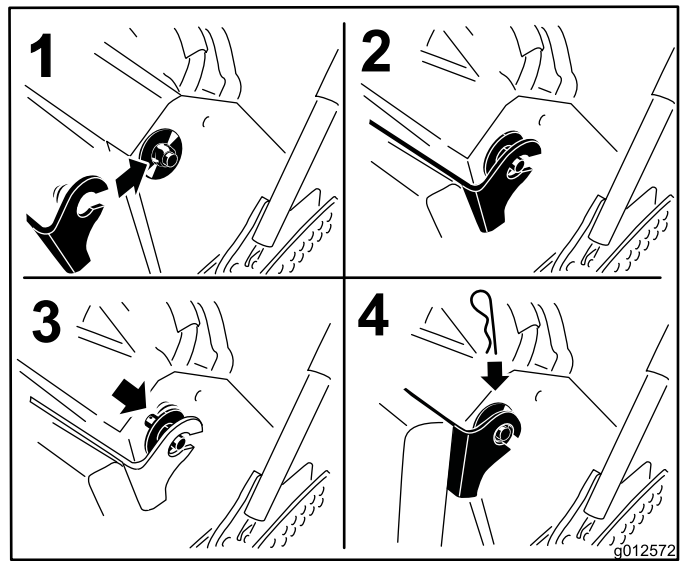

Figure 35
6. Relevez le coussin et glissez-le sur les goupilles de chaque côté de la machine (Figure 35).
7. Glissez les grandes rondelles à douilles en plastique dans les supports du coussin et fixez-les en place avec une goupille fendue (Figure 35).